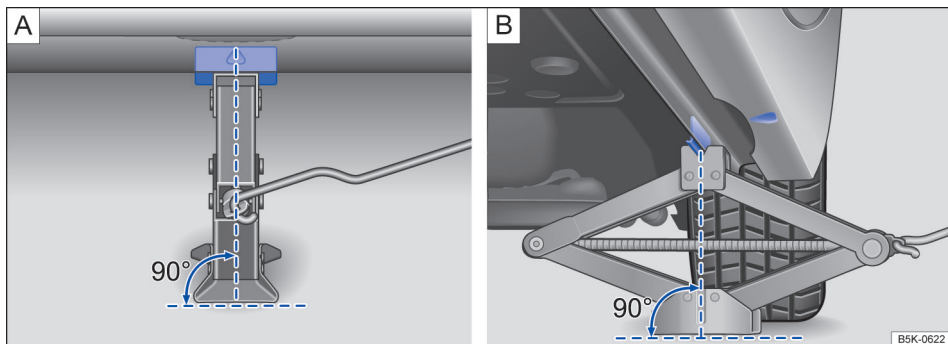

Fig. 237 Macaco colocado no lado esquerdo do veículo, na área traseira.
8. Assegure-se de que toda a base do macaco descansa firmemente sobre o solo e que se encontre exatamente sob o ponto de apoio vertical → Fig. 237  e .
9. Centralize o macaco e continue subindo com a manivela até que a garra sujeite o reforço abaixo do veículo → Fig. 237.
- Coloque o macaco apenas nos pontos descritos. A garra do macaco deverá sujeitar bem o reforço da longarina → Fig. 237.